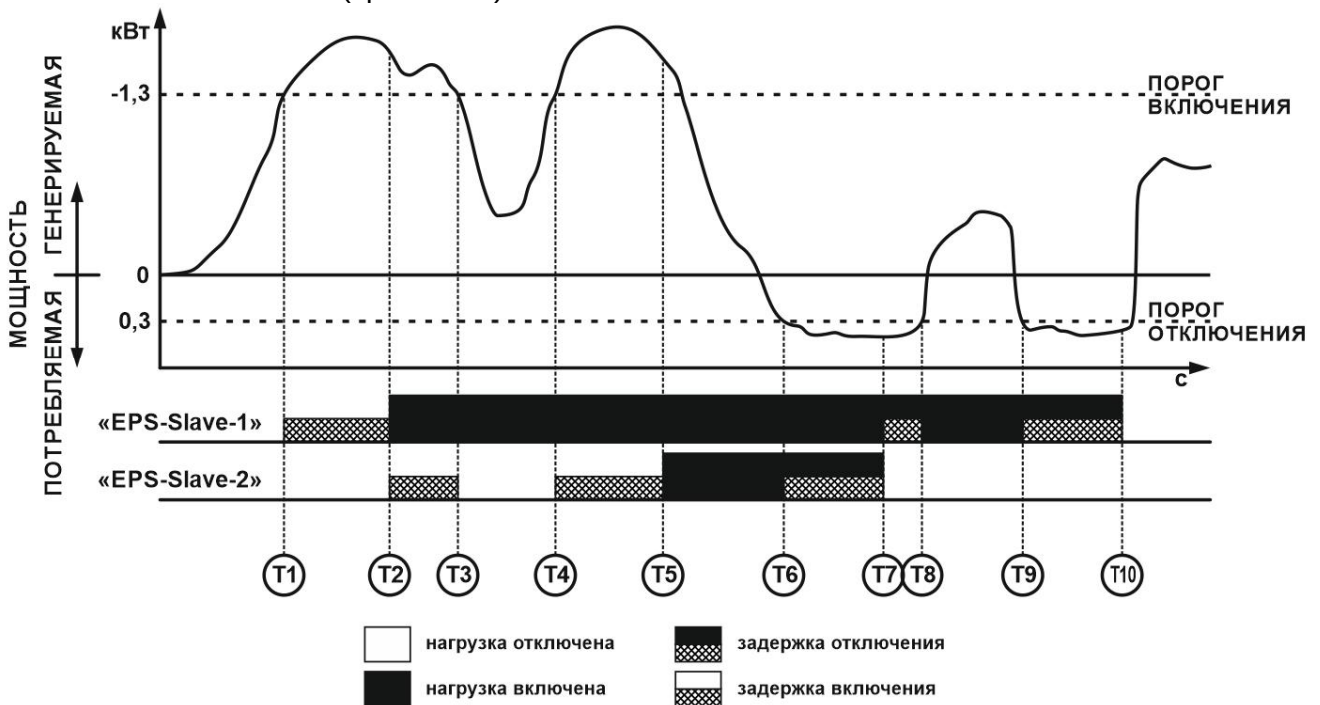

Рисунок 14 – Работа в режиме реле перетока
- о начинается отсчет времени 60 с (параметр: «Задержка включения», время T1 – рисунок 14);